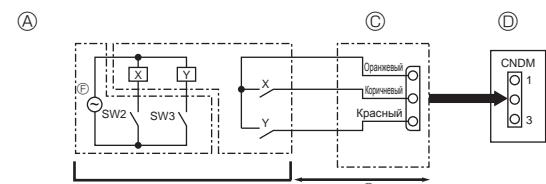

Fig. 8-2
- ① Подключите цепь, указанную для использования внешнего входного адаптера (PAC-SC36NA-E). (дополнительно)
- ② SW7-1 (щиток управления наружного прибора): OFF (ВЫКЛ)
- ③ SW1 ON (ВКЛ): малошумный режим
8.2. Функция пониженного электропотребления (модификация по месту) (Fig. 8-2)